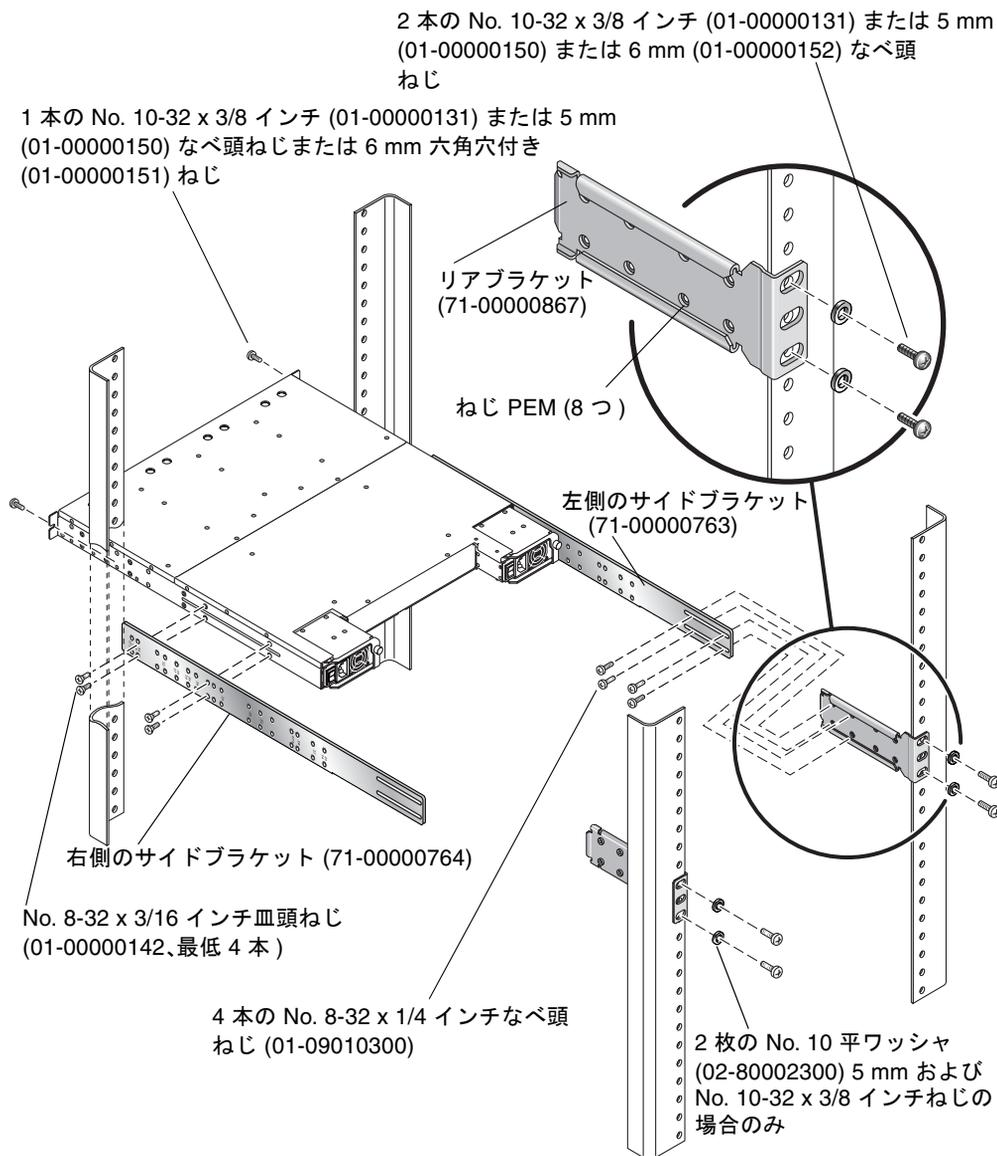

図 2-4 リアブラケットを使用したキャビネットのラックマウント
取り付け作業中は、図 2-4 を参照してください。
6. 4 本のねじと 4 枚のワッシャを使い、リアブラケットをリア垂直ポスト (後部支柱) に取り付けます (各支柱にねじを 2 本使ってブラケットを 1 つ取り付ける)。図 2-4 を参照してください。
8. アレイの前部マウント用イヤーを 2 本の適切なねじで取り付け、固定します（図 2-4 に示すように各イヤーにねじ 1 本ずつ）。